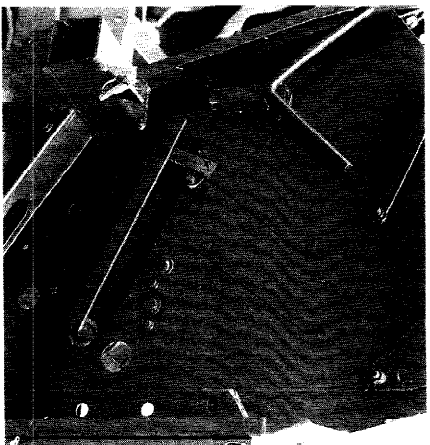

Fig. 41
- 1) Bodemkleppen-stelhendel (fig.41/1) op de getande-plaat (fig.41/2) in stand "1" brengen.